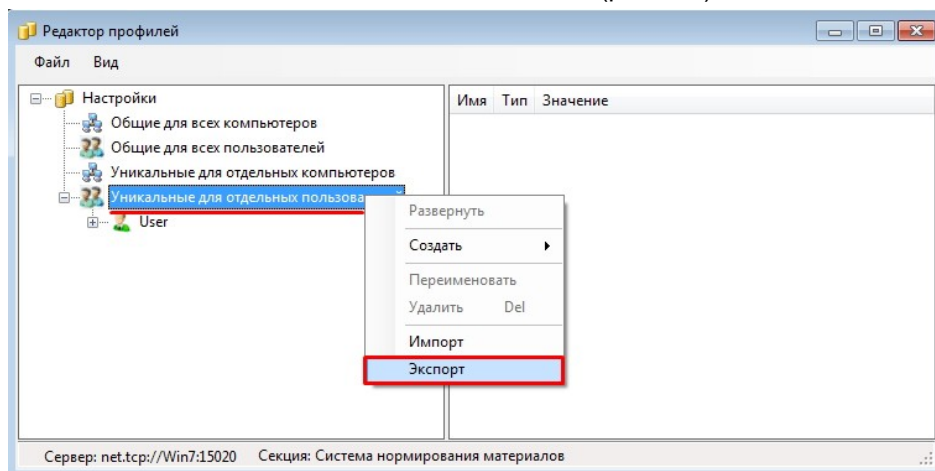

Рис. 4.6
2. В секции **Система нормирования материалов** выполните экспорт раздела **Уникальные для отдельных пользователей** (рис. 4.6).